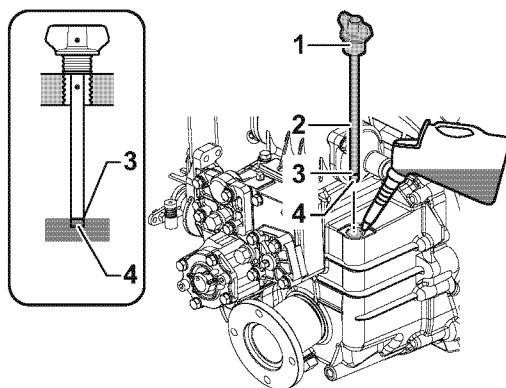

Figura 9
2. Retire a tampa do bujão de enchimento (**Figura 9, (1)**) na parte superior da caixa.
3. Remova a vareta do óleo (**Figura 9, (2)**) e limpe com um pano limpo.
4. Insira novamente a vareta sem enroscar. Consulte a ilustração (**Figura 9**).
5. Retire a vareta. O nível de óleo deve ficar entre as linhas superior (**Figura 9, (3)**) e inferior (**Figura 9, (4)**) da vareta do óleo.
3. Abasteça de óleo até ao limite superior na vareta (**Figura 9, (3)**) *Ver Especificações do óleo da transmissão marítima na página 44.*